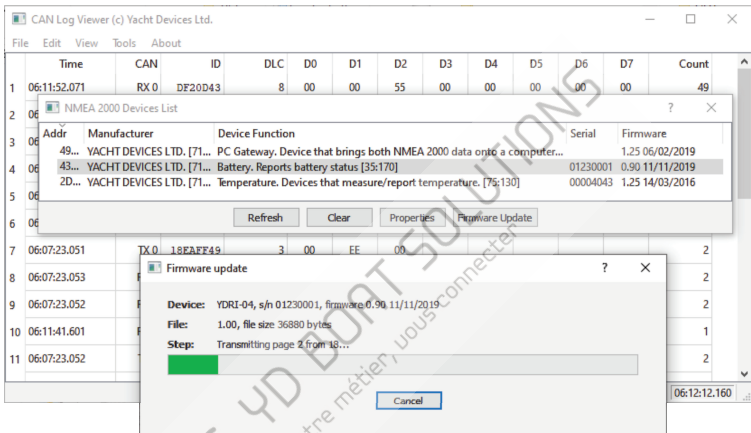

Figure 1. Mise à jour du micrologiciel avec CAN Log Viewer
2. Cliquez sur le bouton «Actualiser» (voir figure 1 à la page suivante) dans la fenêtre ouverte et attendez que l'appareil apparaisse dans la liste.
Vous pouvez surveiller les circuits CC connectés à l'indicateur d'exécution à partir de la plupart des traceurs de cartes modernes avec prise en charge CZone. Cela comprend les traceurs de cartes Garmin, Lowrance, Simrad, B&G et Furuno et les modèles récents de Raymarine (séries Axiom, eS et gS); voir la figure 1 au chapitre IV.1.